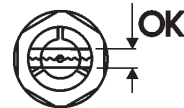

Figura 5:
- Inserire l'olio lentamente con l'ausilio della siringa. Ci vogliono da 5 a 10 minuti prima che l'olio raggiunga lo stesso livello in entrambi gli scomparti. La quantità di olio è giusta, quando il livello dell'olio stesso si trova a metà del tubo di livello (Figura 5). La quantità di olio richiesta dipende alla posizione di montaggio, valori indicativi riportati nelle Tabelle 3 e 4.